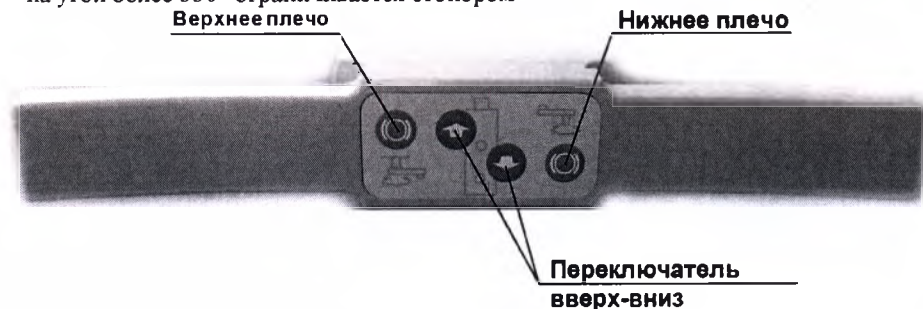

Рис. 4 Расположение кнопок управления пневмотормозами
6.2. Несущая труба служит для соединения потолочного крепления с поворотным плечевым механизмом консоли, а также проводки (внутри нее) шлангов подачи медицинских газов и проводов электромонтажа. Поворотное плечо консоли имеет пневматический тормоз, расположенный в торцевой части плеча со стороны поворотного механизма плеча (см.Рис. 11). Выключение тормоза при необходимости смены положения приборной колонны производится нажатием кнопки управления, расположенной на нижней приборной полке см.Рис. 1,Рис. 4). Плечо консоли имеет возможность поворота вокруг оси крепления до 330° , что обеспечивает удобную установку местоположения приборной колонны. Поворот на угол более 330° ограничивается стопором